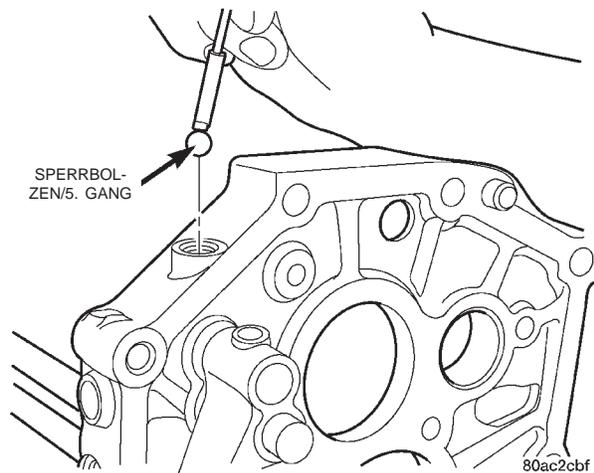

Abb. 68 Sperrbolzen/5. Gang ausbauen
(24) Den Sperrbolzen (Abb. 68) und den Sperrstift für den fünften Gang ausbauen.